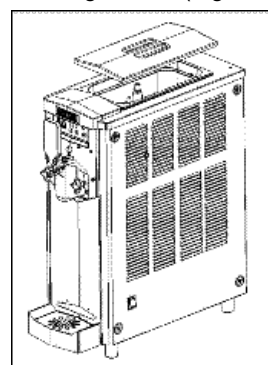

Fig. 30
- Riposizionare il coperchio della vasca, inserire la spina e accendere l'interruttore generale (Fig. 30).